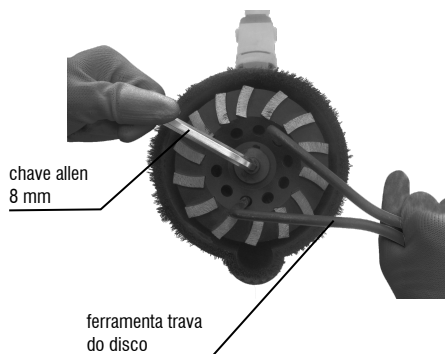

Fig. 6 – Instalação e extração do rebolo diamantado
1. Insira a chave allen no parafuso central do rebolo (Fig. 6);
2. Fixe o rebolo com a ferramenta trava (Fig. 6);